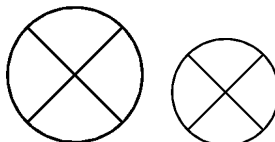

Рис. 2. Изменение масштаба УГО (коэф. масштабирования: 1; 0,6).
2. Возможность изменения масштаба УГО (доступны коэф. масштабирования: 1; 0,6; регулируется параметрами «УГО Масштаб 1 Видимость» и «УГО Масштаб 0,6 Видимость» соответственно), см. рис. 2 и раздел «Параметры экземпляра» в таблице 4.